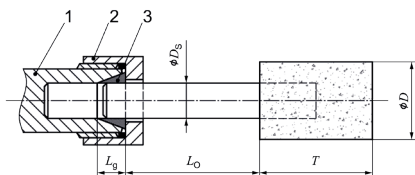

Bild 1 - Einspannlänge von Spannfutter und Spannange
- Achten Sie darauf, dass zu beachten ist, dass die zulässige Drehzahl bei Kleinschleifkörpern aufgrund der Erhöhung der Länge des Schaftes zwischen dem Spannanzengende und dem Kleinschleifkörper herabgesetzt werden muss (Überhang). Das Einhalten der minimalen Einspannlänge von 10 mm ist sicherzustellen. (Siehe Bild 1 und die Empfehlungen des Herstellers von Kleinschleifkörpern).